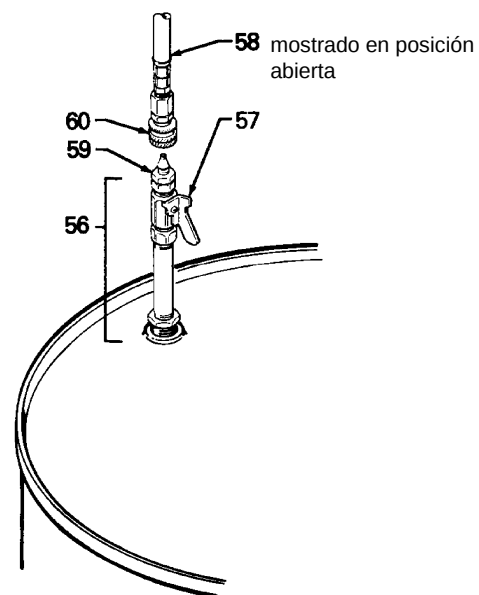

Fig. 14
17. **Instalar los adaptadores del tambor del secador de aire (56)** en el orificio de ventilación de 3/4" del tambor de fluido correspondiente. Cerrar la válvula de cierre (57) y conectar las mangueras de aire seco correspondientes (58). Sólo utilizar el adaptador de pasador (59) y el acoplador (60) especiales para conectar las manguera de aire seco a los adaptadores de tambor. No utilizar longitudes adicionales de mangueras de aire seco. Ver Fig. 14.